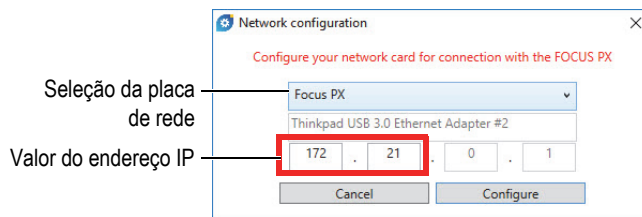

Figura 5-3 Selecionar uma placa de rede para configuração
- Na caixa de diálogo **Network configuration** (configuração de rede), selecione a placa de rede utilizada para se comunicar com o FOCUS PX (veja Figura 5-3 na página 21).